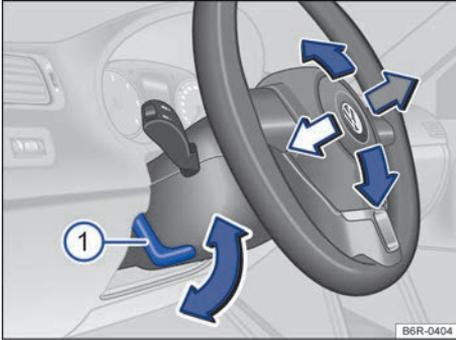

Fig. 75 Debajo del volante, en el guarnecido de la columna de dirección: palanca para el ajuste manual de la posición del volante.
- Tire hacia abajo de la palanca → fig. 75 ①.
- Después del ajuste, presione siempre la palanca → fig. 75 ① firmemente hacia arriba para que no se modifique la posición del volante accidentalmente durante la marcha.